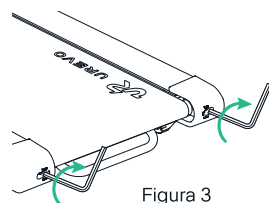

Figura 3
2. Con la llave hexagonal gire $\frac{1}{2}$ de vuelta en sentido horario los tornillos de dos rodillos tensores (por favor consulte la figura 3).